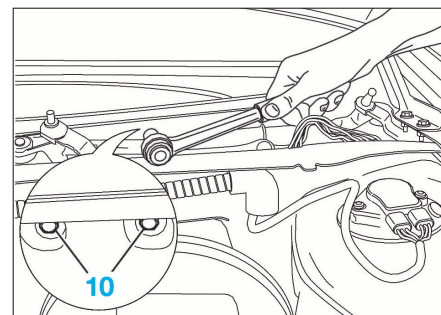

FIG. 17
- les 2 vis (10) de fixation arrière de la planche de bord dans le compartiment moteur (Fig.17).